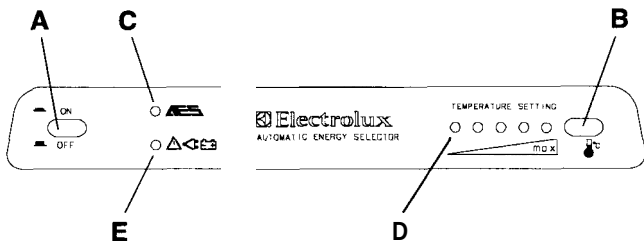

FIG. 1
Die Bedienungsblende wird in fig. 1 gezeigt. Das Gerät wird mit dem Hauptschalter (A) eingeschaltet. Die AES LED (C), leuchtet grün auf - AES ist betriebsbereit. Der Taster (B) dient der Einstellung des elektronischen Kijhlraumthermostates. Die LEDs (D) zeigen die gewählte Thermostateinstellung an.
Die Positionsnummern im Text beziehen sich auf fig. 1.
Es gilt: Im Tankstellenbereich ist das Betreiben offener Flammen verboten. Falls der Aufenthalt länger als 15 min. dauern kann, ist das AES Gerät beim Tankstop am Hauptschalter (A in fig. 1) auszuschalten.
Wenn die Spannung über einen bestimmten Zeitraum zu niedrig ist, **wählt** die Elektronik den Gasbetrieb an und bleibt solange in dieser Betriebsart, bis die **Höhe** der elektrischen Spannung wieder den Normalwerten entspricht. Diese Betriebsart wird durch die gelbe LED (E in fig. 1) angezeigt.
Die positionsnummern beziehen sich auf fig. 1.
1. Schalter (A) auf OFF stellen, (Fig. 1).